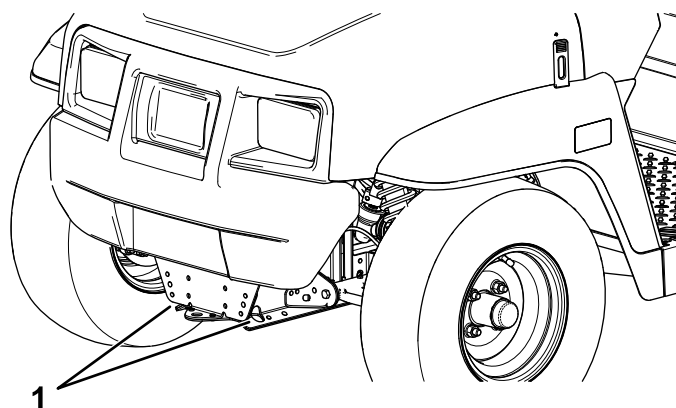
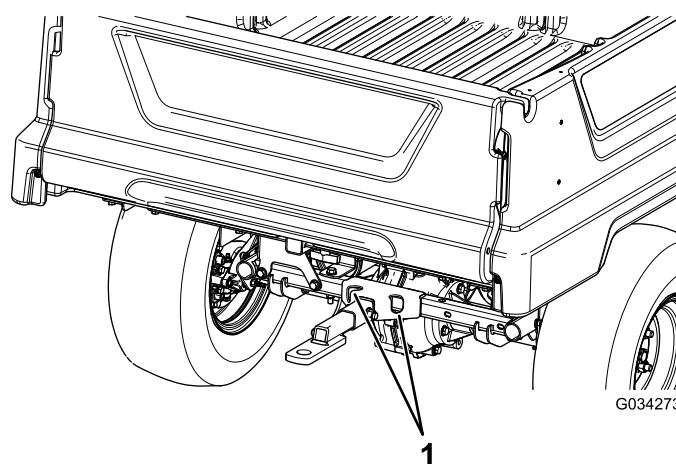

Рисунок 20
Рисунок 21
См. местонахождение точек крепления автомобиля на Рисунок 20 и Рисунок 21.
2. Прикрепите буксирный трос к сцепному устройству в передней части рамы машины (Рисунок 20).